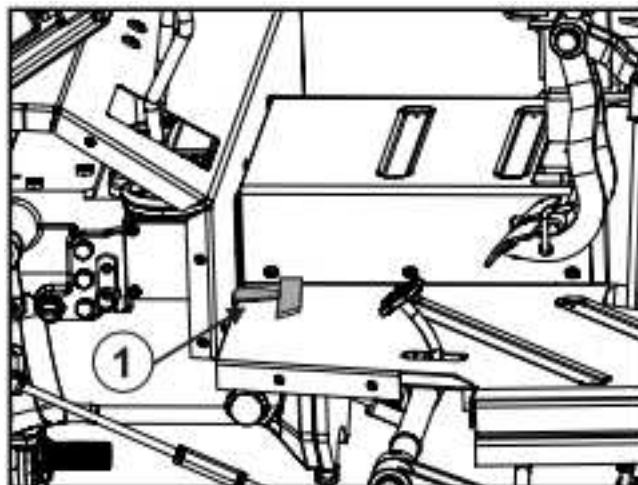

Fig.3-2
1. Pedal de bloqueio diferencial traseiro (Fig.3-2)